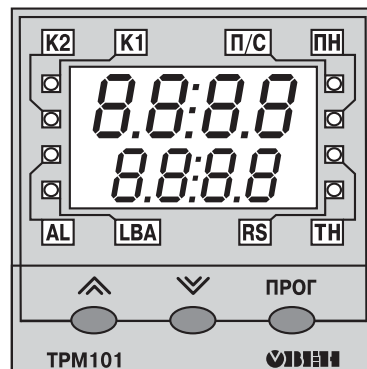

Рис. 2
3.1.2. На передней панели прибора (рис. 2) находятся индикаторы: